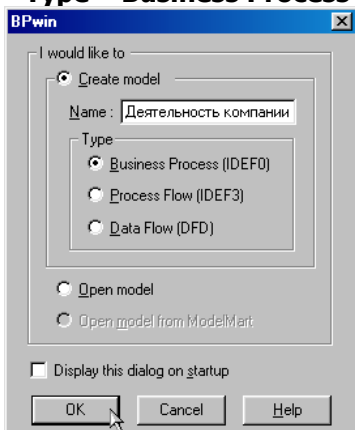

Рисунок 1.1 – Присвоение модели имени и выбор типа модели
- 3 Щелкните по кнопке . Появляется диалоговое окно **I would like to** (рисунок 1.1). Внесите в текстовое поле **Name** имя модели "Деятельность компании" и выберите